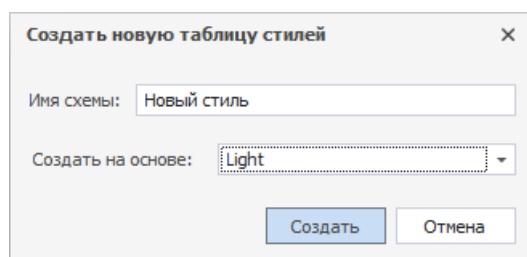

Рис. 106 Создание цветовой схемы
4. Нажмите «Создать», Рис. 106.